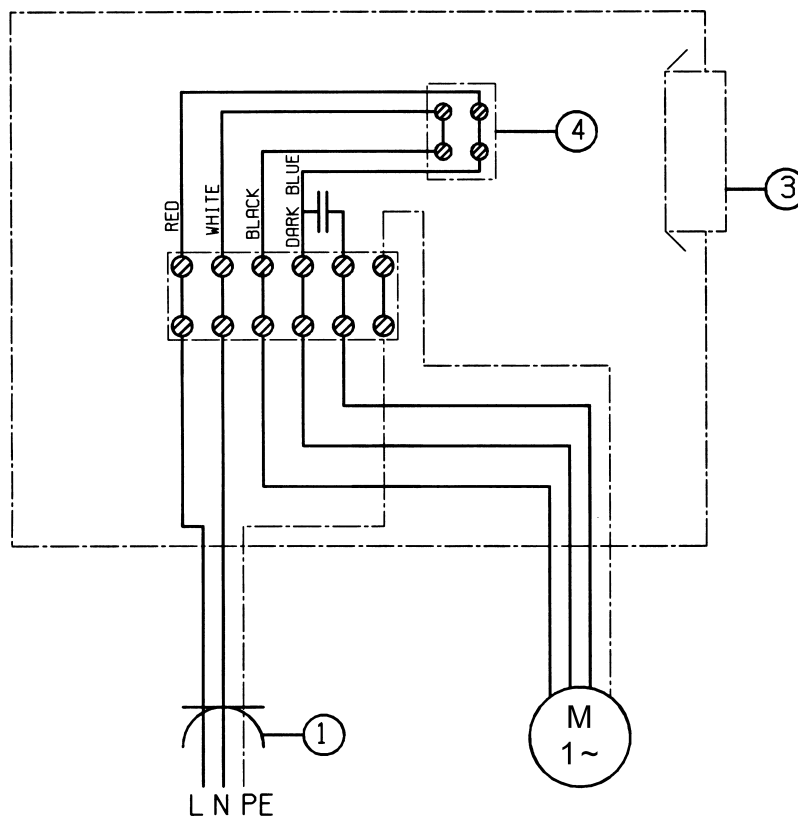

Рис. 5
- соединить концы кабеля с соответствующими клеммами (рис. 5, поз. 4)
- Убрать выключатель и образовавшееся отверстие закрыть прилагаемой заглушкой (рис. 5, Поз. 3). Заглушка располагается в гнезде с обратной стороны клеммной коробки.